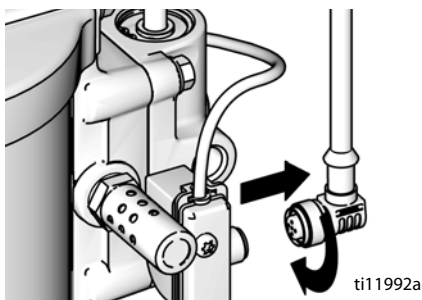

Рис. 10. Отсоединение модуля DataTrak
1. Отверните кабель от задней поверхности блока герконовых переключателей. См. Рис. 10.